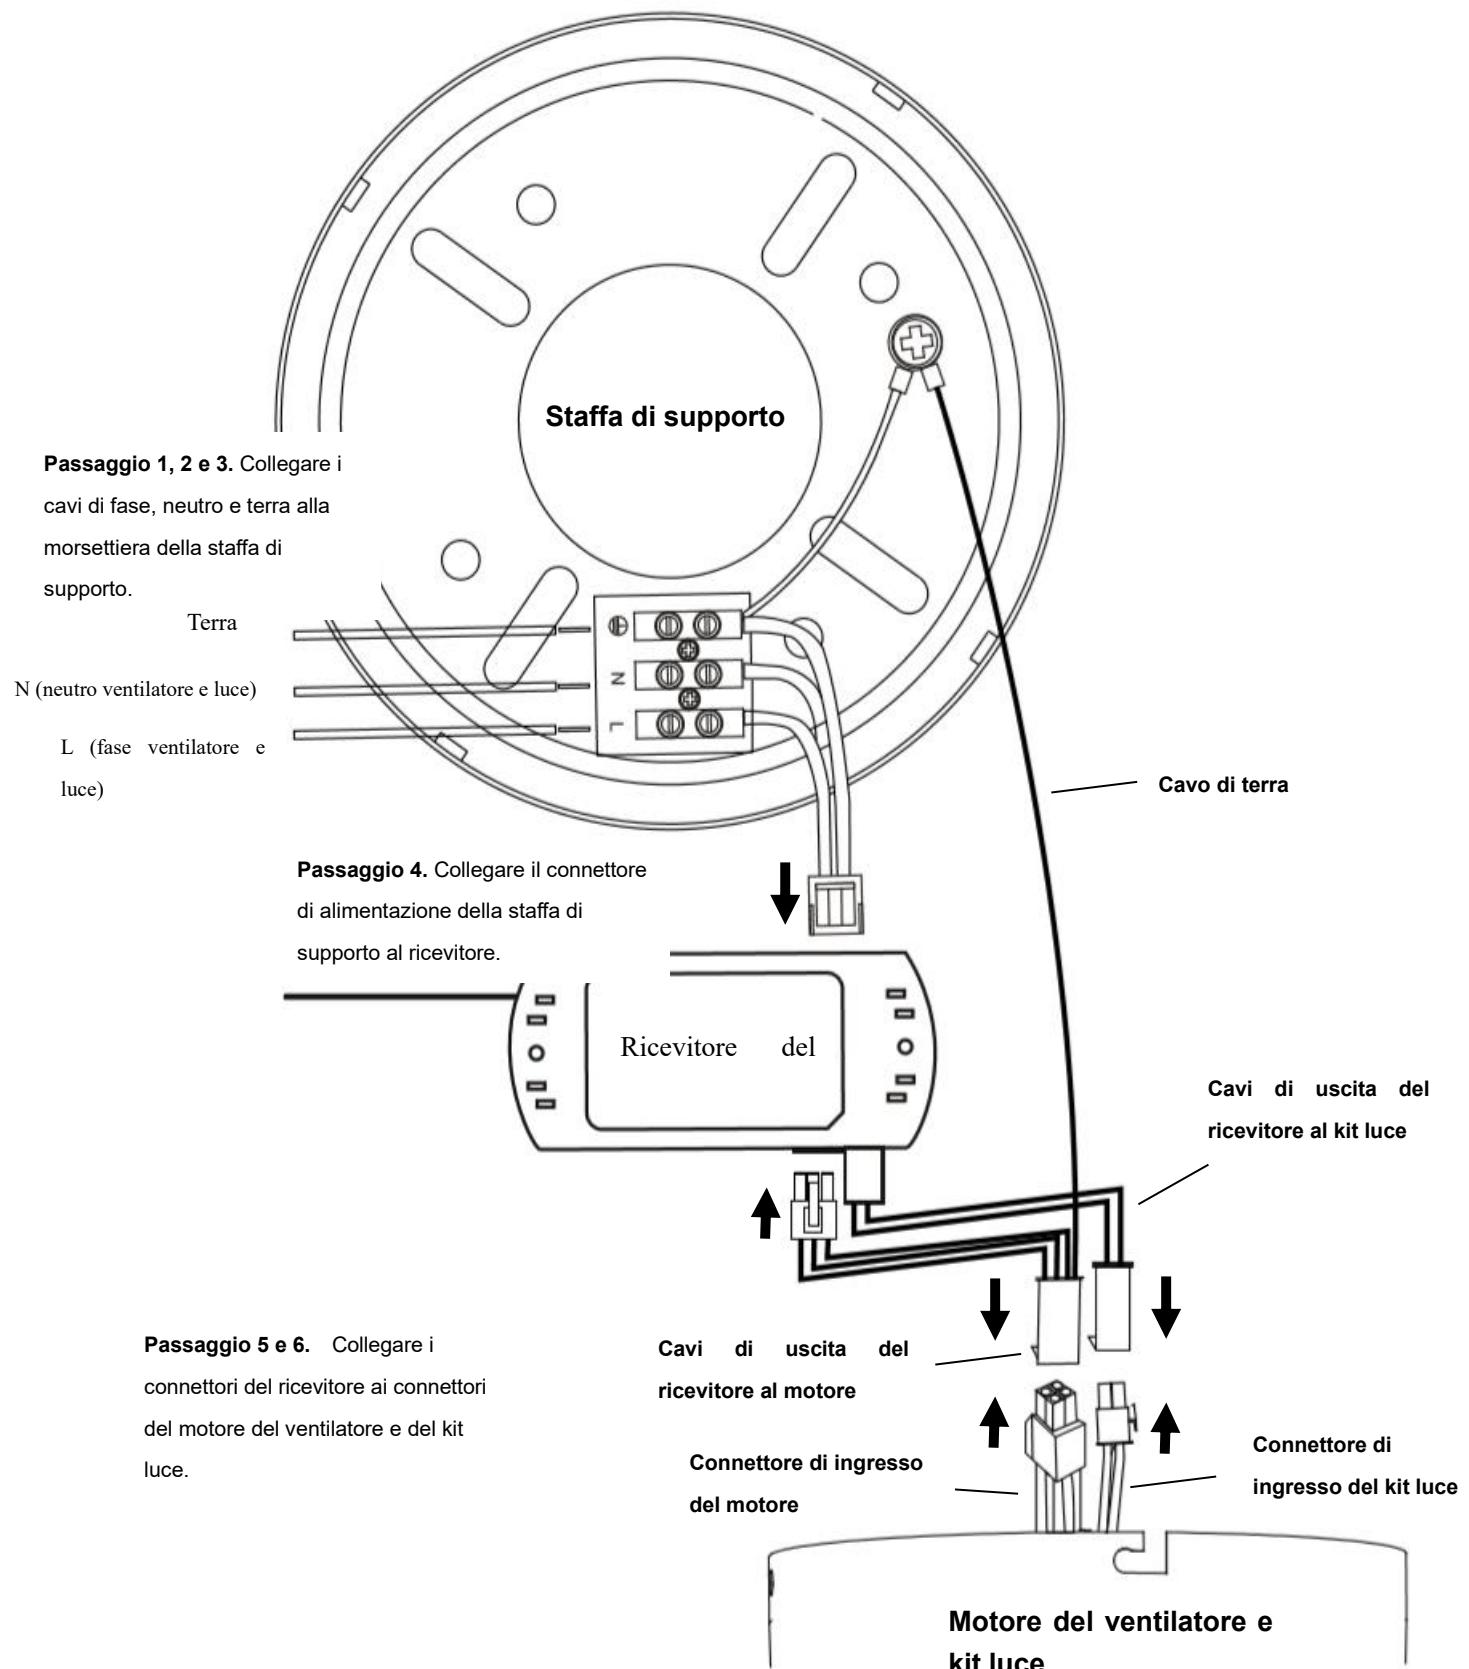

Fig. 4
**PREPARAZIONE E INSTALLAZIONE DEI CAVI ELETTRICI - SCHEMA DI DIAGRAMMA (FIG. 4)**
**Dall'impianto elettrico alla morsettiera sulla staffa di supporto (Fig. 4)**
**Dalla staffa di supporto al ricevitore e al motore (Fig. 4)**
5. Collegare i cavi di uscita dal driver motore/ricevitore (dalla staffa di supporto con cavo di terra) all'uscita del driver motore/ricevitore (**Fig. 4**). Collegare i cavi di uscita del driver motore/ricevitore con cavo di terra (dalla staffa di supporto con cavo di terra) all'ingresso del motore del ventilatore (**Fig. 4**).